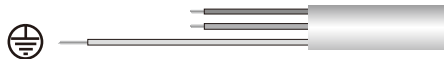

Fig. 1
1. Schuif de clips op de klep, verwijder de schroeven (fig.1) Draai en vergrendel het paneel met de clips. Open de verbinding box.(fig.2).